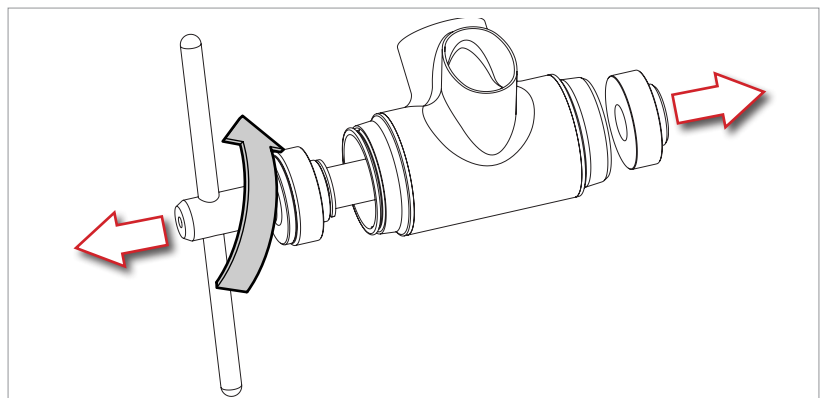

Abb.7
- Den Hebel des Werkzeugs UT-BB240 gegen den Uhrzeigersinn drehen, bis die Führung der linken Lagerschale vollkommen gelöst ist, und dann die Schraube herausziehen (Abb. 7).